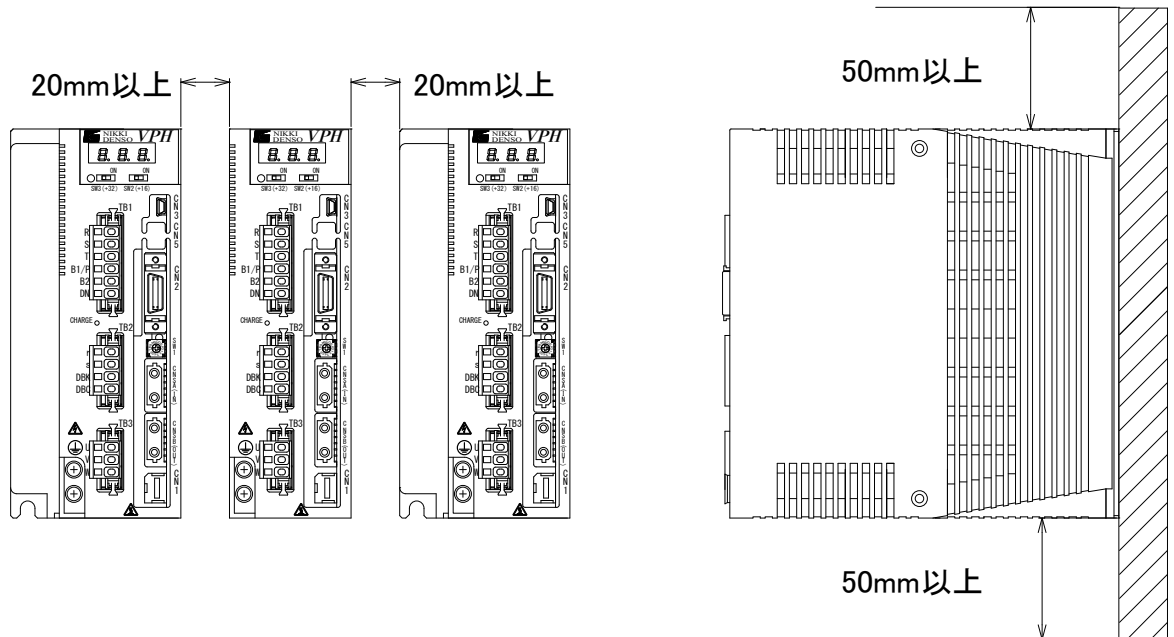

図2-2 装置の取付けと通気性
- 装置の上下・左右の空間は、放熱性やメンテナンス性の点から、図 2-2 で指定した距離（他の装置や部品および制御盤壁面との間隔）を確保してください。